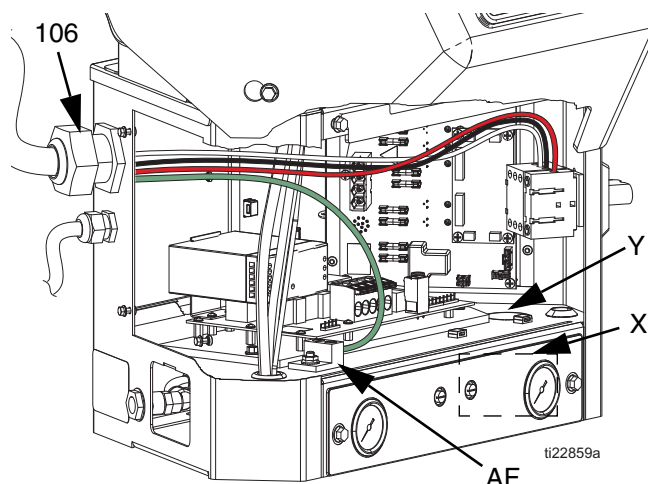

FIG. 15
NOTA: El casquillo de alivio de la tensión instalado (106) admite un cable de alimentación de 18-32 mm (0,708-1,260 pulg.) de diámetro ext. Consulte FIG. 15. Si es necesario, utilice una llave para apretar el casquillo de alivio de tensión hasta que quede ajustado en el cable.
4. Introduzca el cable eléctrico por el casquillo de alivio de tensión del armario eléctrico (106). Consulte FIG. 15.
- a. Instalación alternativa del cable de alimentación: monte una tubería estanca para uso eléctrico desde el acceso (X) a través del agujero (Y), e instale el cable de alimentación en su interior. Los cables montados cerca de componentes neumáticos se deben instalar en tuberías estancas para uso eléctrico.
6. Conecte el cable de conexión a tierra a la conexión a tierra del chasis (AF). Consulte FIG. 15.